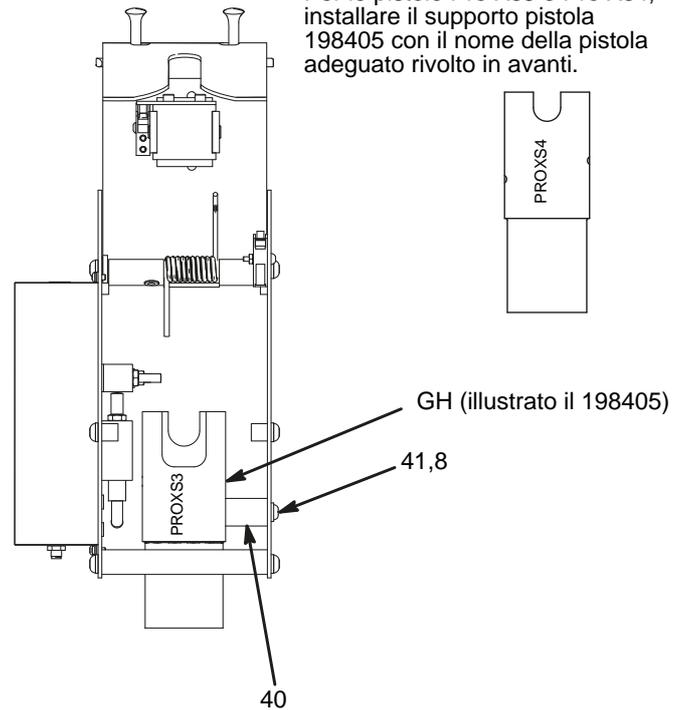

FIG. 4: Installazione del supporto pistola (pistole Pro Xs3 e Xs4)
2. Rimuovere le due viti e rondelle (41, 8) che fissano la staffa di montaggio (40) sul lato destro del Gun Flush Box. Vedere FIG. 4 o FIG. 5.
3. Installare il supporto pistola (GH), allineando i fori di montaggio ai fori sulla staffa di montaggio (40) e sul lato del Gun Flush Box. Fissare con le viti e le rondelle (41, 8).